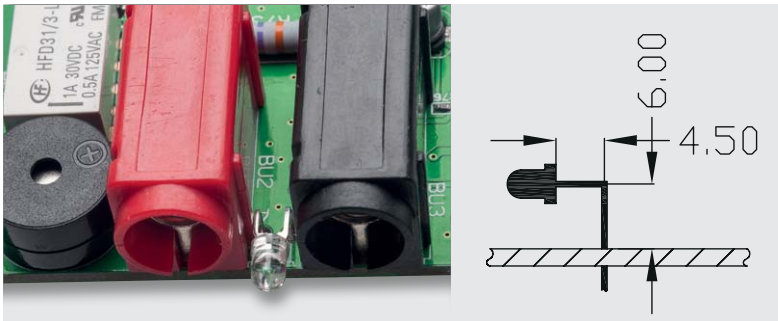

Bild 11: Montage der LED, rechts die Maßzeichnung
Die Anschlussdrähte für die bedrahtete LED D1 sind, wie in Bild 11 dargestellt, abzuwinkeln. Hierbei muss unbedingt auf die richtige Polung geachtet werden. Der etwas längere Anschlussdraht stellt die Anode (A) der LED dar. Auf der Platine ist die Anode durch den Aufdruck „A“ gekennzeichnet.